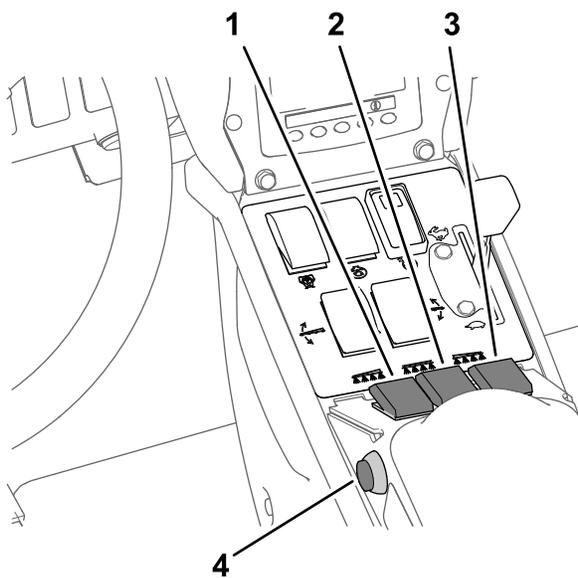

Figure 36
7. Placez le(s) interrupteur(s) de section de pulvérisation en position ACTIVÉE (Figure 36).
10. Conduisez à la vitesse voulue puis réglez la commande générale des sections à la position ACTIVÉE pour commencer la pulvérisation (Figure 36).
3. Placez la commande générale des sections à la position DÉSACTIVÉE ; voir Figure 36 sous Pulvérisation en mode débit d'application (page 37).
7. Placez les interrupteurs des sections individuelles en position ACTIVÉE ; voir Figure 36 sous Pulvérisation en mode débit d'application (page 37).
9. Conduisez à la vitesse voulue puis réglez la commande générale à la position ACTIVÉE pour commencer la pulvérisation ; voir Figure 36 sous Pulvérisation en mode débit d'application (page 37).